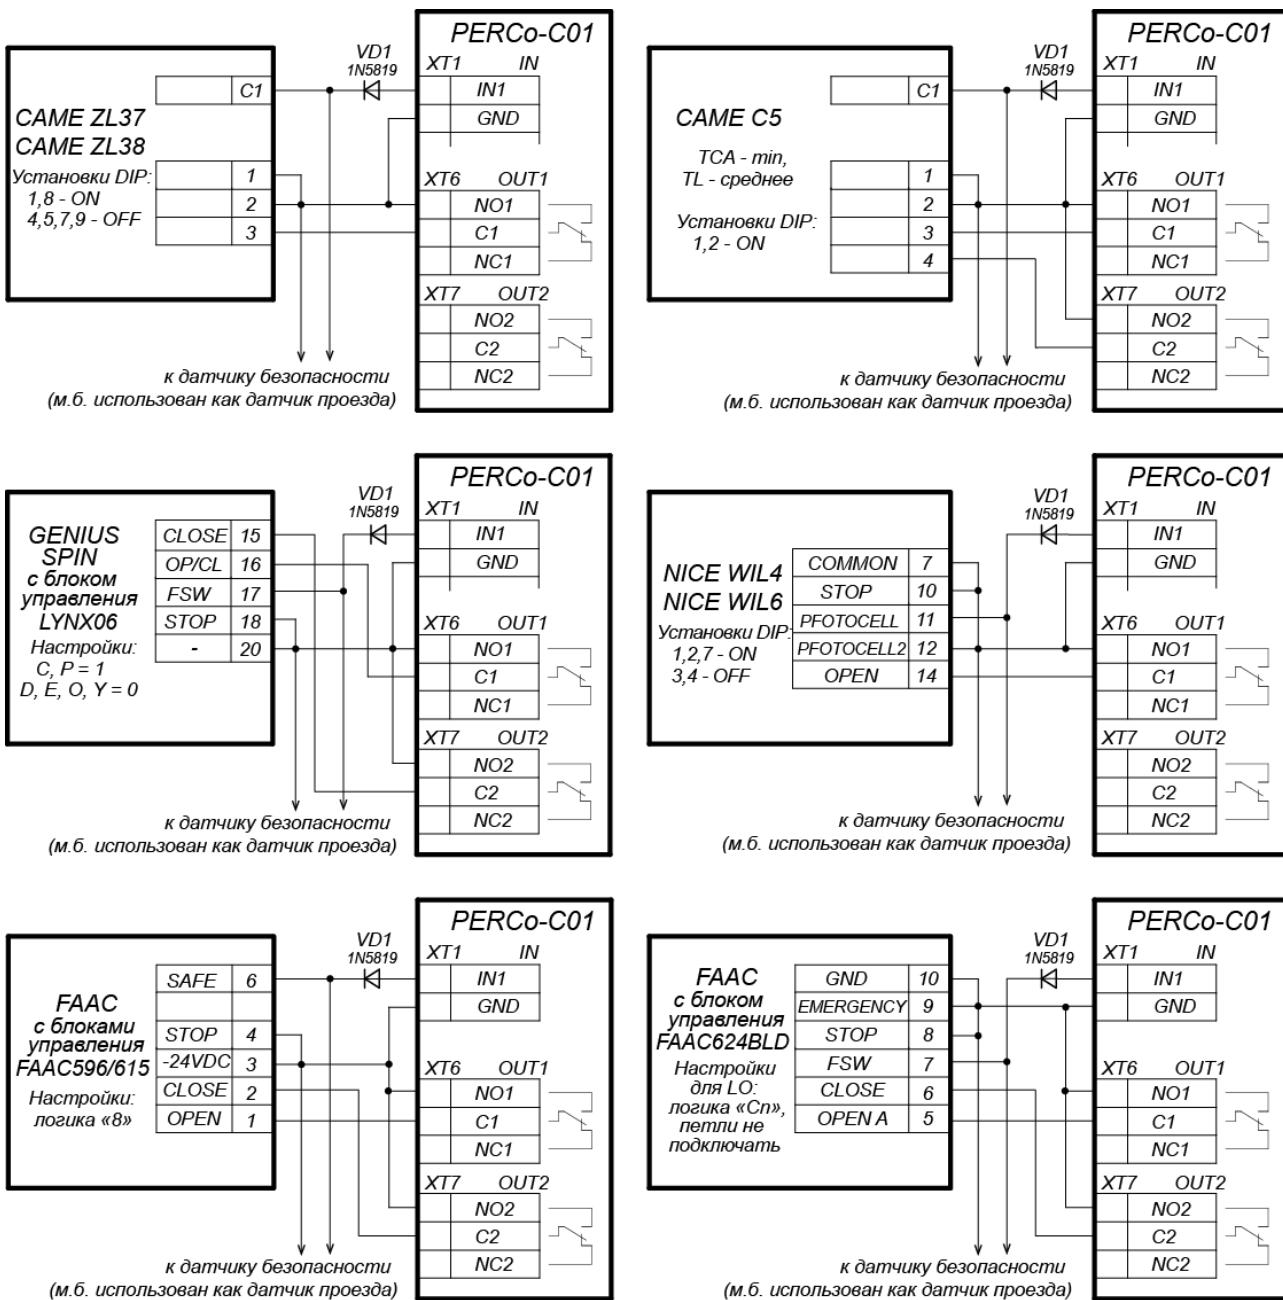

Рисунок 11. Примеры схем подключения шлагбаумов к контроллеру
- Типовые схемы подключения ИУ АТП представлены на рис. 11.